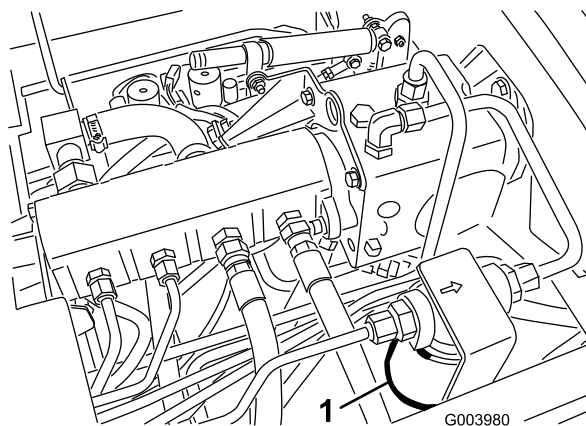
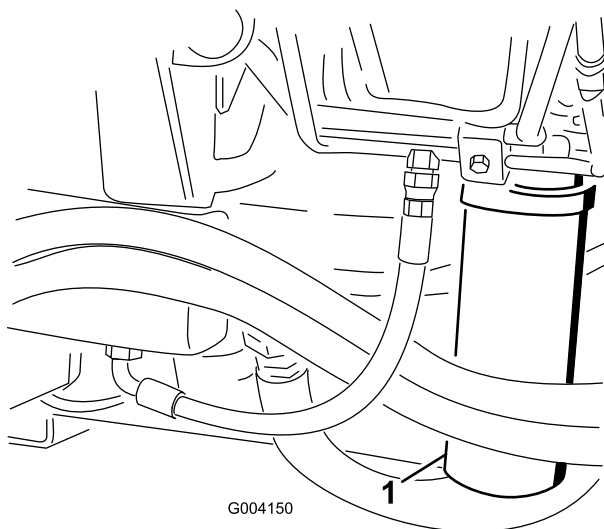

Bild 57
Bild 58
2. Reinigen Sie den Bereich um den Filterbefestigungsbereich und stellen Sie eine Ablaufwanne unter den Filter (Bild 57) und (Bild 58).